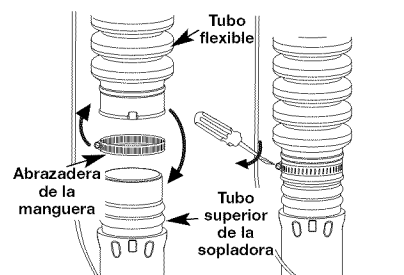

Fig. 2
1. Coloque una abrazadera de manguera sobre el otro extremo del tubo flexible (Fig. 2).
2. Deslice el extremo de la manguera con la abrazadera en ella sobre el extremo superior del tubo superior del soplador y apriete el tornillo en la abrazadera de manguera (Fig. 2).